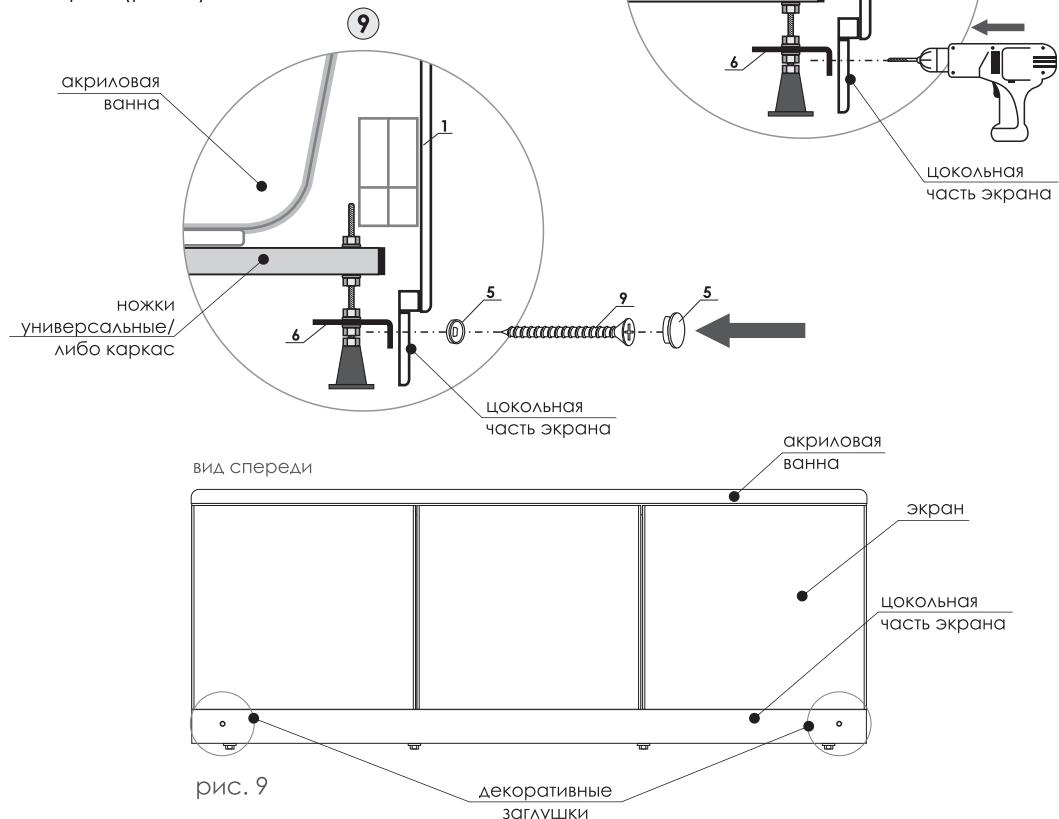

рис. 9
9. Используя шурупы 4x35 и декоративные заглушки зафиксируйте экран (рис.9).